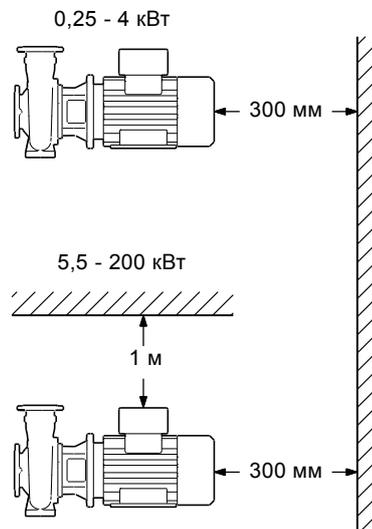

Рис. 8 Пространство за двигателем.
- Для насосов с электродвигателями мощностью до 4 кВт включительно необходимо обеспечить 300 мм свободного пространства позади электродвигателя, рис. 8.
- Для насосов с электродвигателями мощностью 5,5 кВт и выше необходимо обеспечить 300 мм свободного пространства позади электродвигателя, а также обеспечить 1 метр свободного пространства над двигателем и предусмотреть возможность монтажа заказчиком тали для подъема насоса, рис. 8.